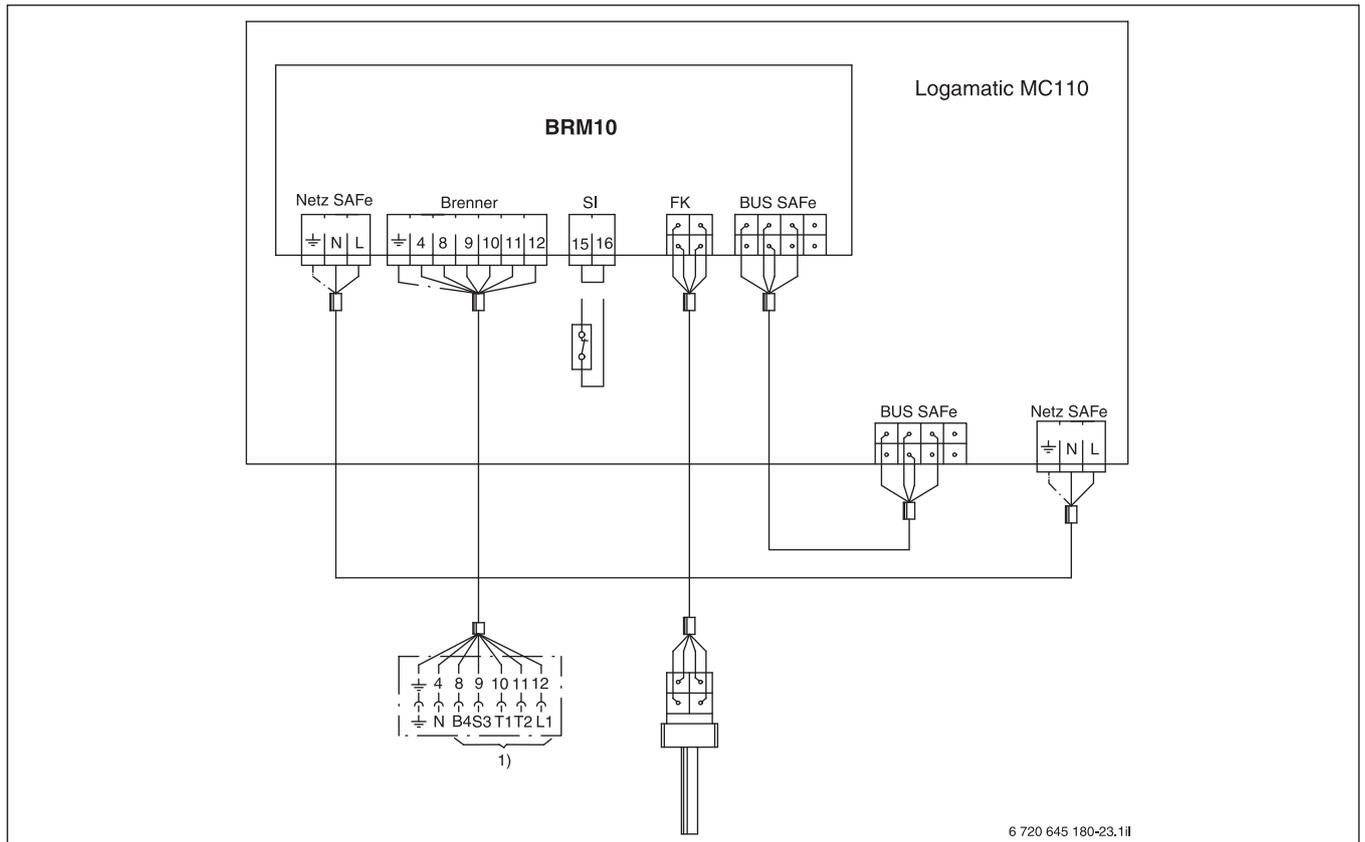

Bild 104 Anschlussplan des Fremdbrennermoduls BRM10 (eingebaut in das Regelgerät MC110)
- Verriegelung eines Brenners durch einen zweiten Wärmeerzeuger, z. B. durch einen Festbrennstoff-Kessel (auch für Ein-Kamin-Anlagen anwendbar), die Funktion des Moduls UM10 ist auf dem Fremdbrenner-Modul BRM10 bereits integriert (Brücke SI 15 ... 16 → Bild 104).